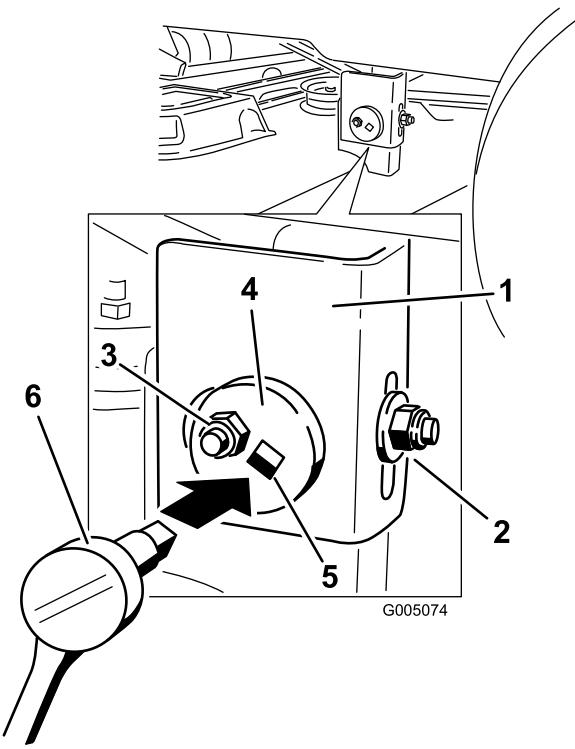

Figura 42
- Spostatevi sul lato sinistro della macchina. Allentate, ma non togliete, il dado di bloccaggio posteriore sul supporto di sospensione (Figura 42).
- Allentate il dado di bloccaggio laterale sul supporto di sospensione appena a sufficienza per poter regolare la piastra eccentrica (Figura 42). Utilizzate una prolunga di 9,5 mm su una chiave a tubo per manovrare la piastra eccentrica. Utilizzate la chiave per riposizionare l'altezza del piatto di taglio e regolare l'altezza desiderata.
- Fermate il piatto di taglio nella posizione regolata e serrate il dado di bloccaggio laterale sul supporto di sospensione per fissare la nuova posizione (Figura 42). Serrate il dado di bloccaggio posteriore sul supporto di sospensione.